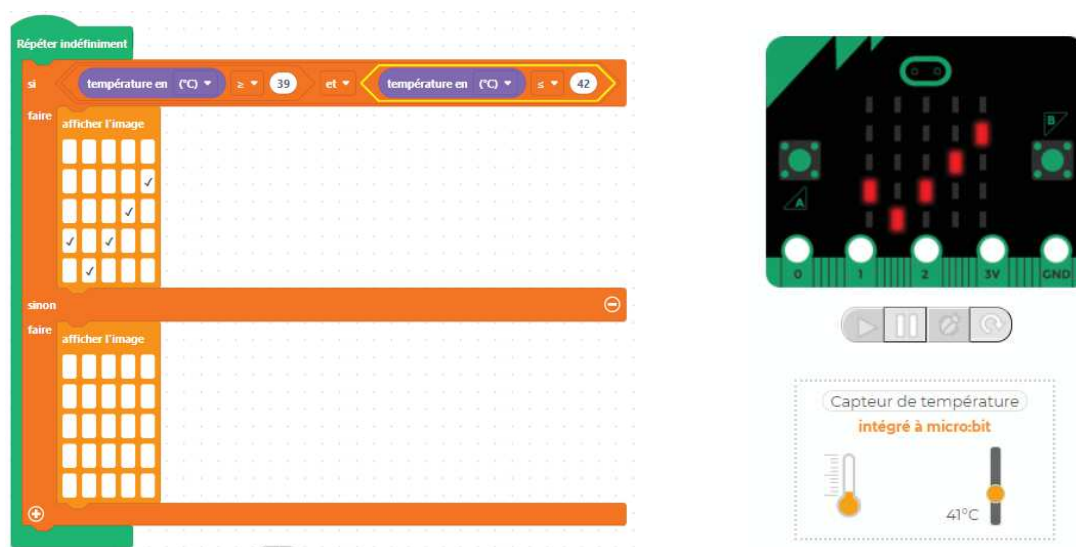

Figure 7 : Programme réalisé depuis <https://fr.vittascience.com/>
- 5) D'après le programme présenté **figure 7**, quelle est la condition pour avoir l'affichage « ✓ » indiqué sur le microcontrôleur ?